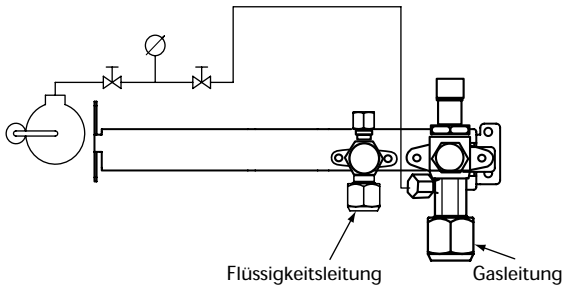

Abb. 10-2
- (6) Die Wartungsventile für die Gas- und Flüssigkeitsleitungen sind geöffnet. Wenn dies nicht der Fall ist, müssen sie nun geöffnet werden. (Abb. 10-2)